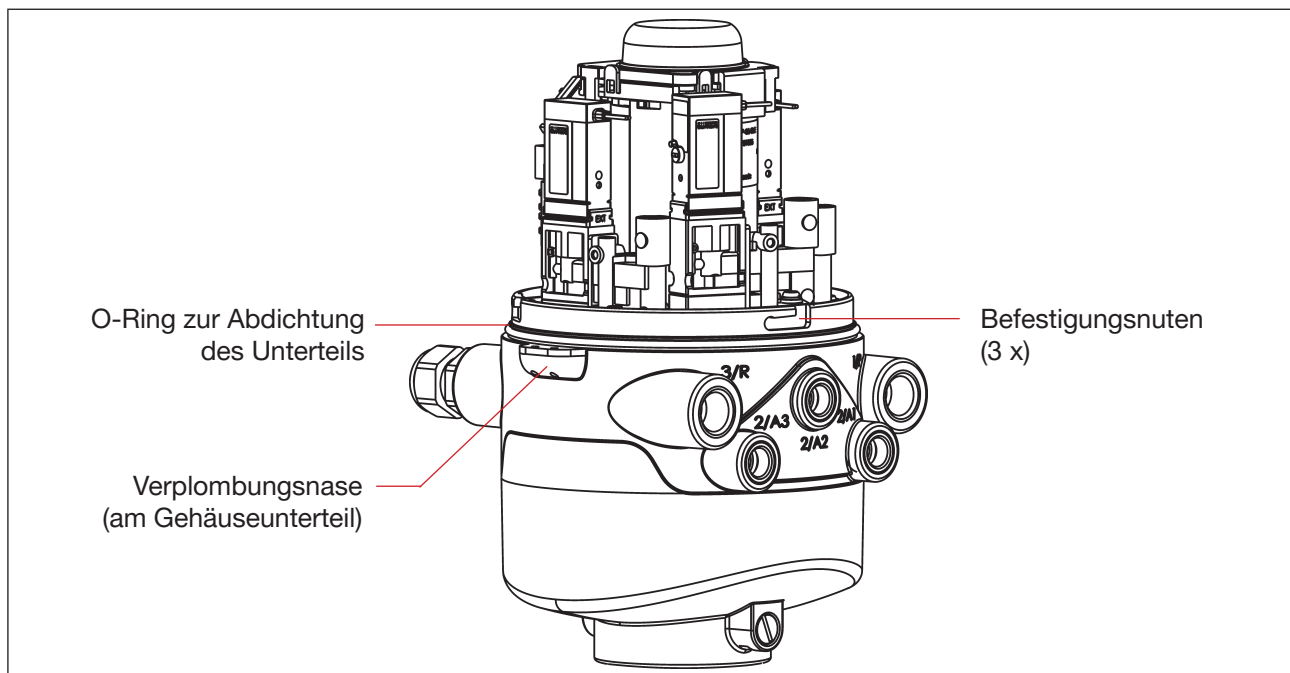

Bild 11: Verplombung und Befestigungsnuten
- Verplombung lösen, falls Gehäuse gesichert (siehe „Bild 11“ auf Seite 38).
Dichtung (O-Ring) des Unterteiles drücken – siehe auch „Bild 11“.